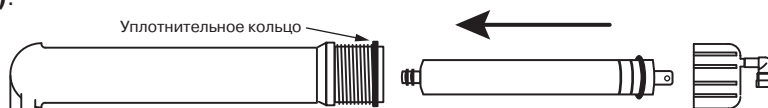

Рис. 14
7. Установите новую мембрану в корпус, соблюдая направление установки: торец мембраны с резиновыми прокладками направлен в глубину колбы (**рис. 14**).